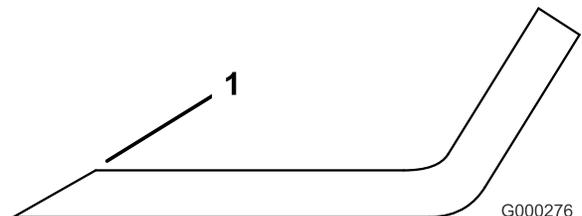

Bild 80
1. Schärfen Sie die Schnittkante an beiden Enden des Schnittmessers mit einer Feile (Bild 80).